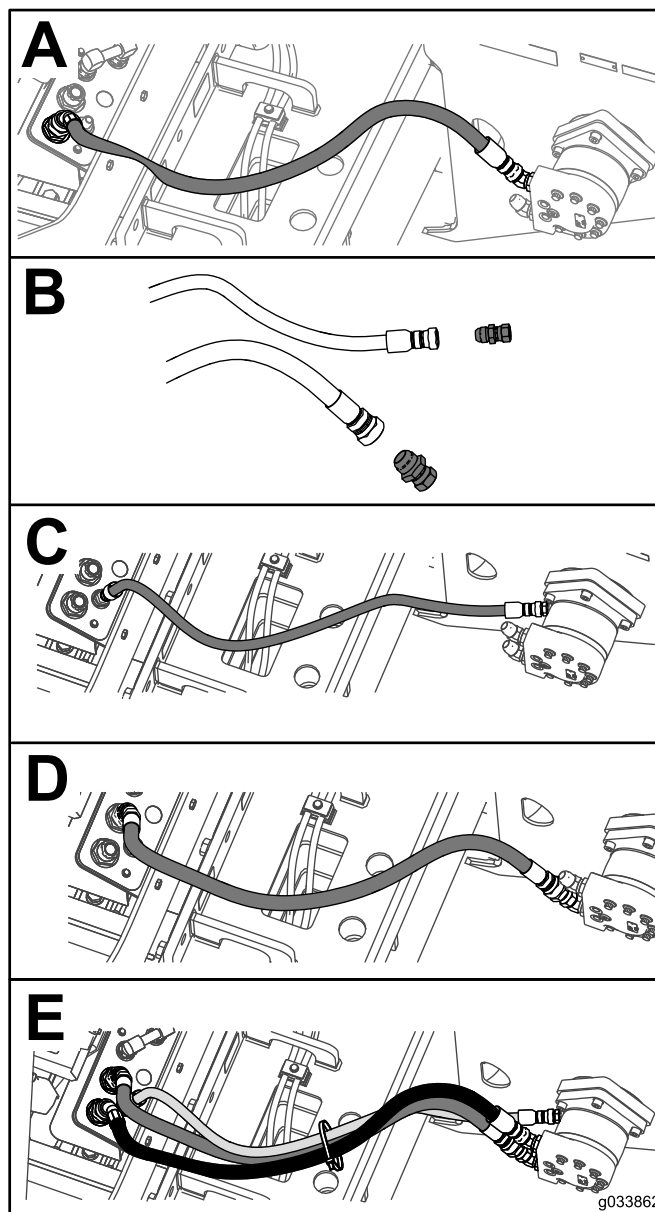

Figura 12
1. Instale a mangueira de 50 pol. com a conexão F12, como ilustrado na Caixa A da Figura 12.
4. Instale o adaptador de redução na mangueira de 50 pol. com a conexão F16, como ilustrado na Caixa B da Figura 12.
6. Instale o outro adaptador na mangueira de 46 pol., como ilustrado na Caixa B da Figura 12.
8. Instale a outra mangueira de 50 pol. com a conexão F16, como ilustrado na Caixa C da Figura 12.
11. Instale a mangueira de 46 pol., como ilustrado na Caixa D da Figura 12.
14. Prenda as mangueiras com uma abraçadeira plástica (Caixa E da Figura 12).